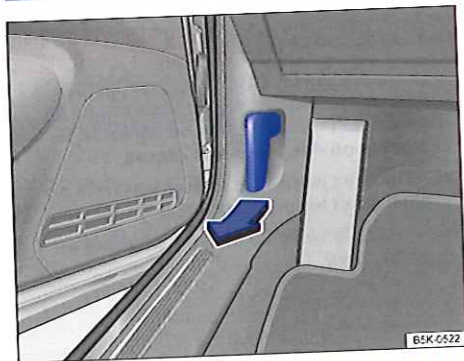

Fig. 206 Au plancher du côté conducteur : levier de déverrouillage du capot-moteur
- Ouvrez la porte du conducteur et tirez le levier de déverrouillage dans le sens de la flèche ⇒ fig. 206. Le capot-moteur est éjecté du dispositif de verrouillage du porte-serrure sous l'action d'un ressort ⇒ .